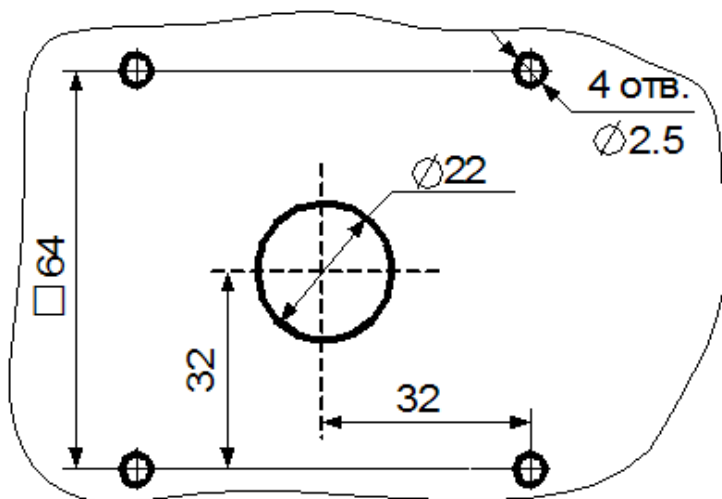

Рис. 4. Чертеж разметки на баке для сверления отверстий для установки датчика.
6.3.1 Датчик монтируется на баке, в котором предварительно сверлят 5 отверстий: одно отверстие $\text{Ø} 22$ мм для прохода чувствительного элемента датчика (рабочей части датчика) в бак и 4 отверстия $\text{Ø} 2.5$ мм для крепления датчика на баке. Чертеж разметки на баке для сверления отверстий приведен на рис. 4. Для разметки рекомендуется использовать шаблон для сверления отверстий, входящий в комплект монтажных частей.
- установить до упора изолирующий колпачок на центральный электрод датчика, **выдержав размер выступающей части колпачка не более 3,5 мм** в соответствии с рис. 4 и убедиться, что щели колпачка не закрыты герметиком;